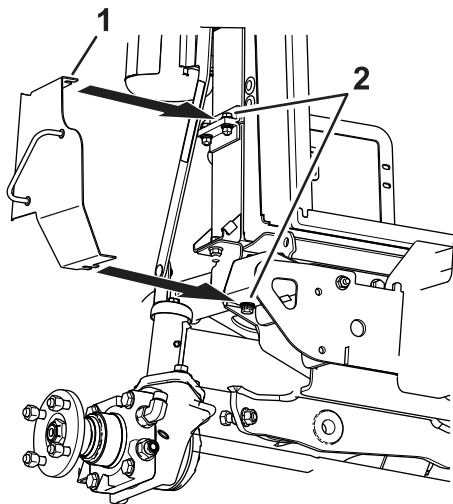

Figur 13
10. Ta bort den befintliga muttern och skruven under kylaren som håller stötfångarfästet på plats (Figur 13).